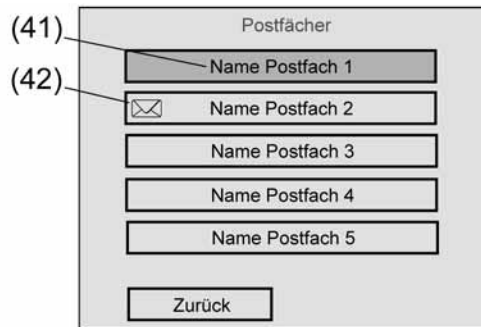

Bild 39: Systemseite für Postfächer
Das Tableau sendet automatisch ein "0"-Telegramm über die Postfachobjekte auf den Bus aus, sobald der Bediener des Tableaus vor Ort auf der Systemseite "Postfächer" (siehe Bild 39) ein Postfach öffnet und sich auf diese Weise die Inhalte anzeigen lässt.
Der Bediener des Tableaus kann sich jederzeit die Inhalte seiner Postfächer auf dem Gerätebildschirm anzeigen lassen und somit E-Mail Nachrichten lesen. Zu diesem Zweck muss die Systemseite "Postfächer" vom Bediener aufgerufen werden (siehe Bild 39). Der Sprung auf diese Seite ist durch einen Seitenaufruf einer Funktionstaste möglich.
- i** Neu eingetroffene E-Mail Nachrichten werden am Bildschirm nicht signalisiert, solange die Posteingangs-Anzeigeseite angezeigt wird oder der Lesemodus aktiv ist. Neue Nachrichten werden erst dann durch das "Brief-Symbol" auf dem Bildschirm sichtbar (siehe Bild 39), sobald die Posteingangs-Anzeigeseite verlassen wird. Beim nächsten Aufruf der Anzeigeseite können dann neu eingetroffene Nachrichten gelesen werden.